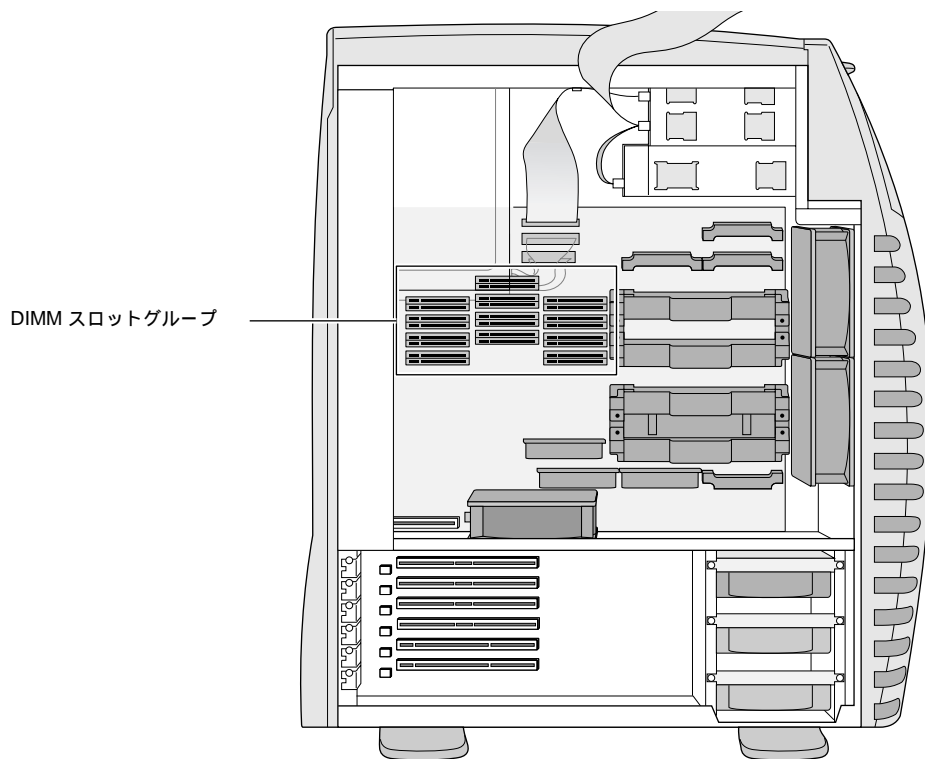

図 3-3 DIMM スロットグループの位置
7. システムボードの中央にある DIMM スロットグループの位置を確認します (図 3-3)。